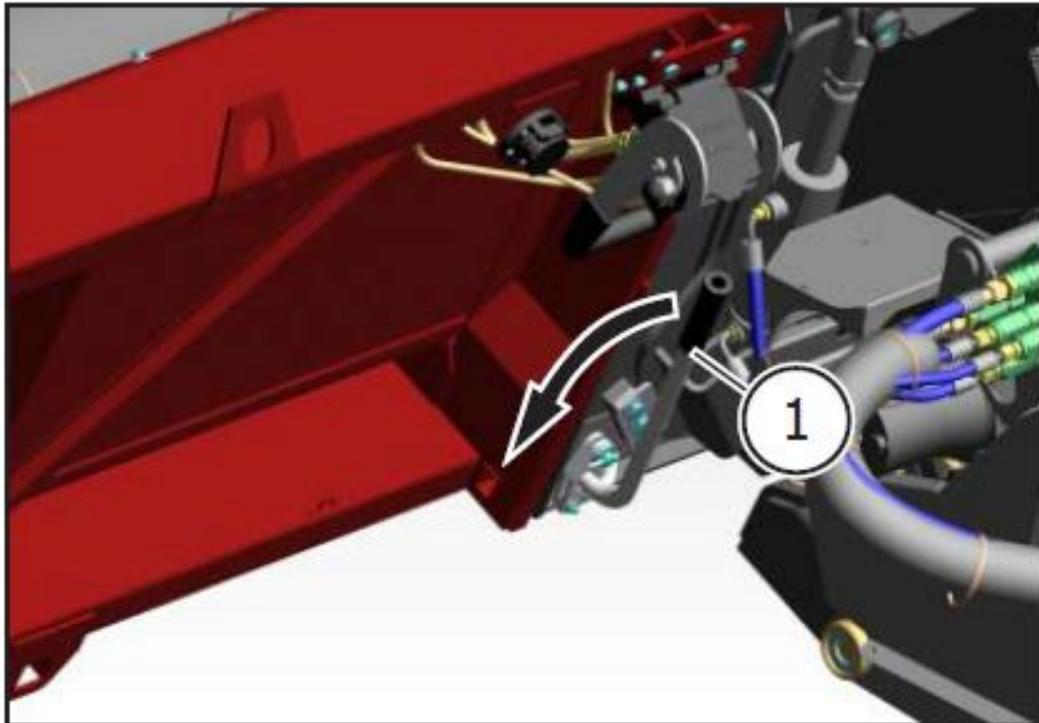

Рисунок 5.21
- Потянуть рукоятку 1 (рисунок 5.21) на себя на левой стороне наклонной камеры машины.